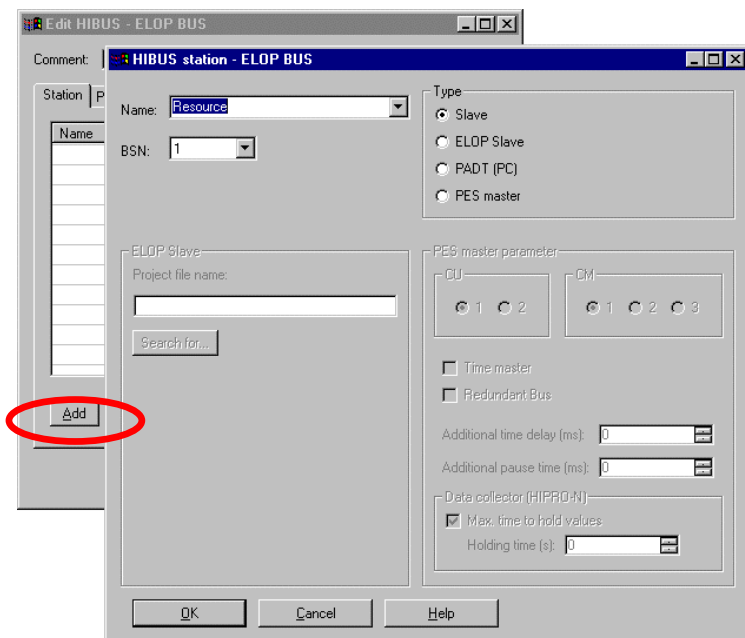

Рис. 85 Добавление ресурса к списку участников шины
- ☐ В окне "HIBUS station – Bus name" (Редактирование HIBUS – имя шины) (см. Рис. 85) выберите в выпадающем списке **Name (Имя)** ресурс (контроллер), который Вы хотите подключить к шине.